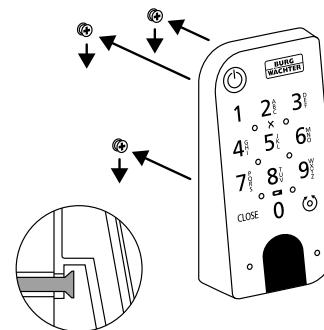

Fig. 4
④ Placez le clavier sur les têtes de vis comme représenté dans l'illustration (Fig. 4).